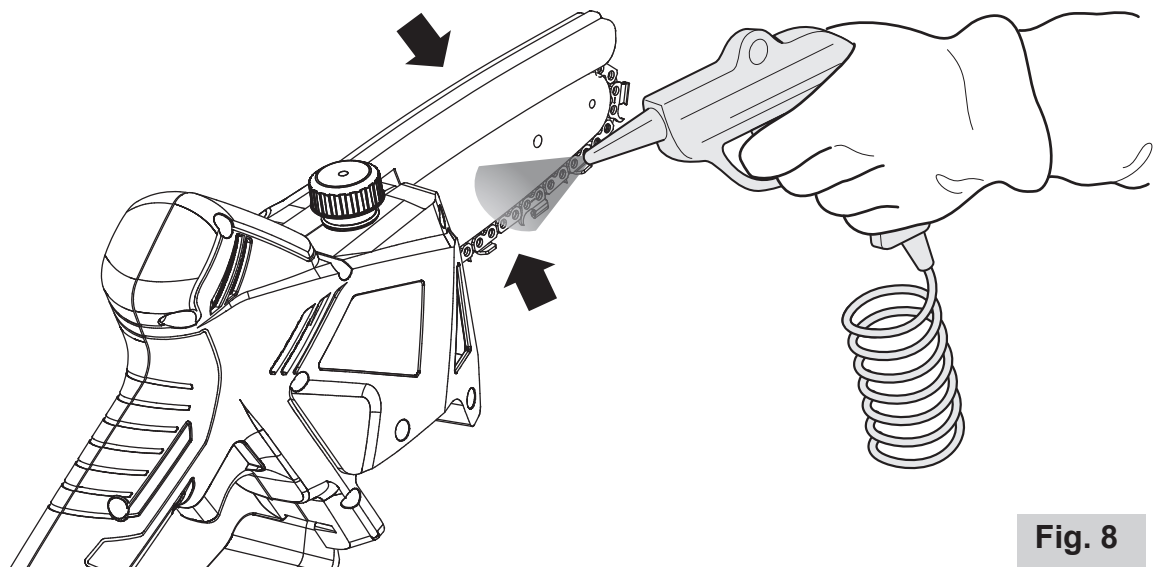

Fig. 8
- soffiare sul potatore un getto d'aria compressa circa **ogni 40 ore di lavoro** al fine di pulirlo dai trucioli del taglio (**fig. 8**).